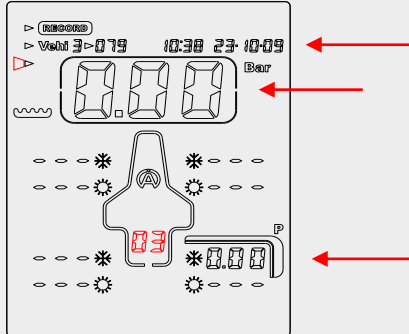

Figure 3
4) Avec le bouton  ou  sélectionnez le « **CADRAN** » (figure 3)
Sur l'exemple (figure 3), le Tyrecontrol 2 est prêt à enregistrer, pour le véhicule 3, une série de captures dans le Set « 03 » avant course , (« Set » libre du véhicule 3) en commençant par une capture de pression sur le pneu arrière droit.